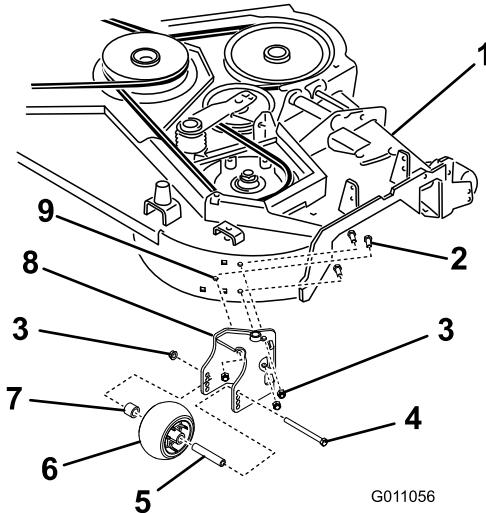

Figura 6
5. Installate la nuova staffa orientabile con 3 bulloni (3/8 x 1 poll.) e 3 dadi di bloccaggio (3/8 poll.) usando i fori perforati (Figura 6).
6. Installate il rullo antistrappo sulla staffa orientabile con il bullone per assale precedentemente rimosso (3/8 x 4-1/2 poll.), il distanziale, la boccola e il dado flangiato (3/8 poll.) (Figura 6).